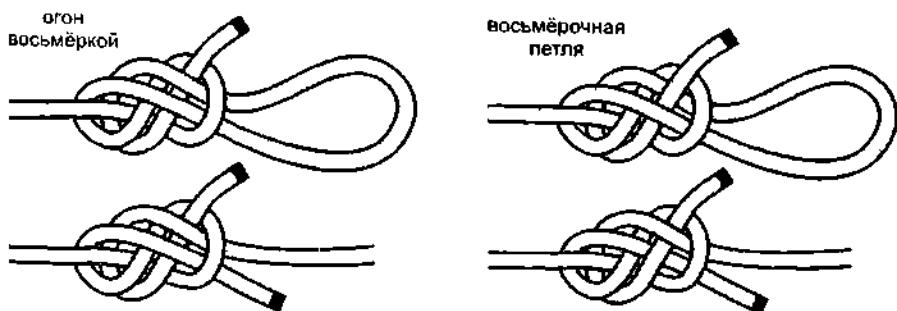
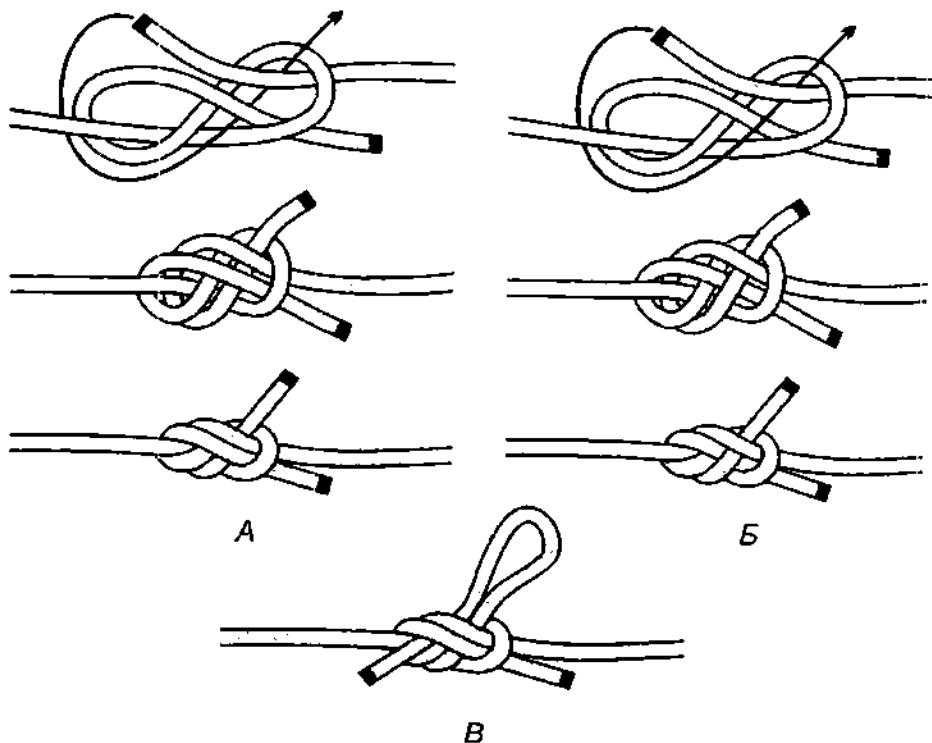

Рис. 905. Шкотовый узел восьмёркой родной брат петлям огоню восьмёркой и восьмёрочной петле.
Рис. 907. 2-й способ вязки шкотового узла восьмёркой. А, Б – шкотовый узел восьмёркой; В – быстроразвязывающийся шкотовый узел восьмёркой.
**Шкотовый узел восьмёркой** – это наполовину завязанный фламандский узел (рис. 905). Сначала вяжется восьмёрка и затем, как в шкотовом узле, ходовым концом другого троса формируется **самозатягивающийся полуштык** (рис. 907). Ходовой конец может быть пропущен под два сегмента (рис. 907 А) или под один (рис. 907 Б). Шкотовый узел восьмёркой очень крепок и надёжен. Узел тую затягивается и достаточно легко развязывается.